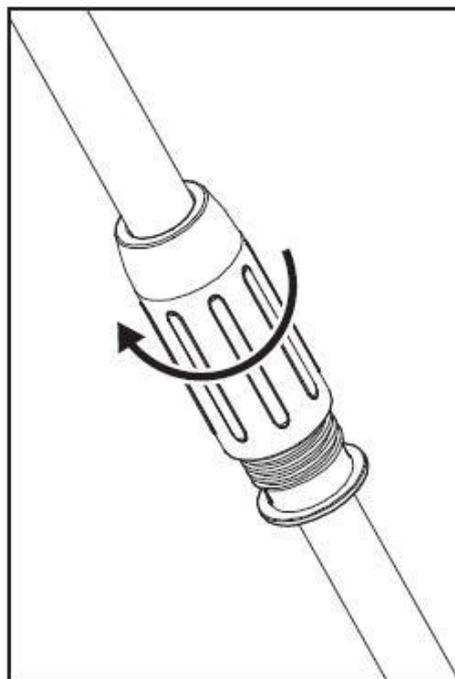

Fig.2
- Поверните соединительную ручку по часовой стрелке, чтобы зафиксировать обе штанги. (Fig.2)